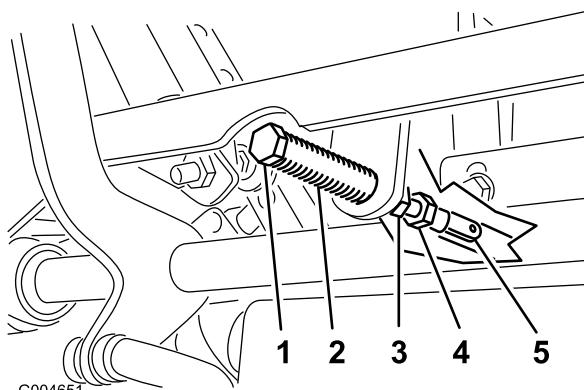

Bild 49
5. Ziehen Sie den Hebel zurück, bis der Lastösenbolzen (am Arm über der Gelenkwelle) das Schlitzende berührt (und soeben Druck auf die Feder ausübt), wie in Bild 49 abgebildet.
7. Sollte eine Einstellung erforderlich sein, lockern Sie die Mutter und die Klemmmutter gegen das Joch (Bild 49).
8. Drücken Sie den Fahrantreibshebel leicht nach hinten, drehen Sie den Kopf der Einstellschraube in die entsprechende Richtung, bis der Schaltbügel Schalthebel in der ARRETIERTEN NEUTRAL-Stellung zentriert ist (Bild 49).
9. Ziehen Sie die Mutter und die Klemmmutter an (Bild 49).
10. Ziehen Sie die Klemmmuttern an den Kugelgelenken fest (Bild 49).